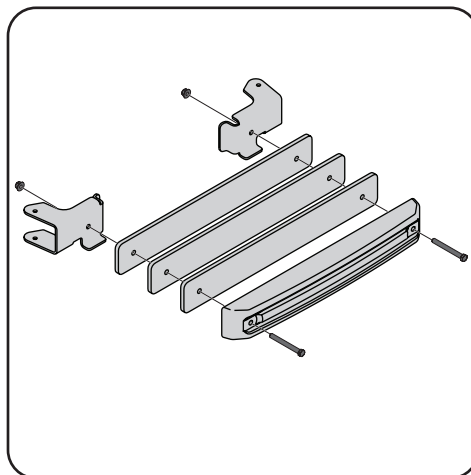

Figura 4-24
2. Sujete la pesa y tres platillos de pesar a los soportes de colgador de pesa con dos tornillos de cabeza hexagonal de 3/8" (710-3085) y dos tuercas (712-04065) como se muestra en la Figura 4-24.